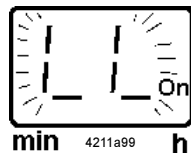

Abb. 26 - Anzeige einer Leermeldung
- Im Falle einer Leermeldung schaltet die Pumpe nicht sofort ab. Ein laufender Schmierzyklus wird beendet. Nach Ende der Pausenzeit ist ein erneutes automatisches Anlaufen der Pumpe nicht möglich. An der Folientastatur erscheint die blinkende Anzeige * LL*, siehe Abb. 26.